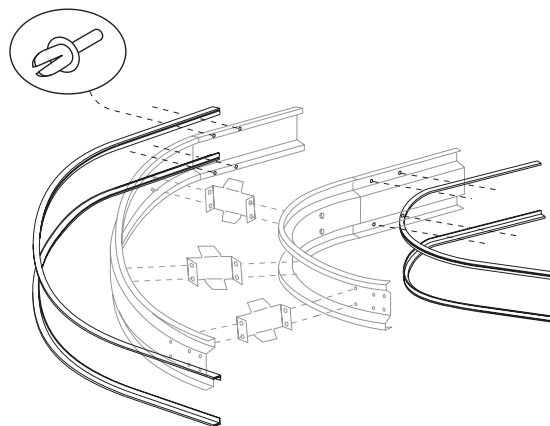

Figura 5
1. Con la herramienta remachadora provista, instale remaches en la sección recta de la cama que sobresale de la curva (sector interior, exterior, superior, e inferior). Vea la *Figura 5*.